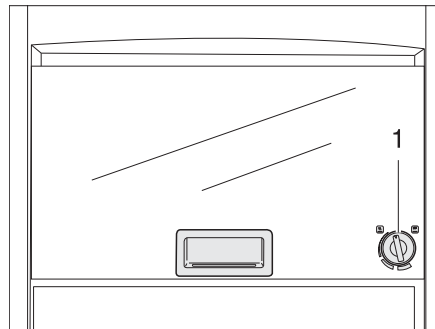

Fig. 261 Four à gaz (Dometic)
- Appuyer légèrement sur le bouton tournant (Fig. 261,1) et le tourner vers la gauche sur la position souhaitée.
- Tourner le bouton tournant (Fig. 261,1) sur "O". La flamme s'éteint.